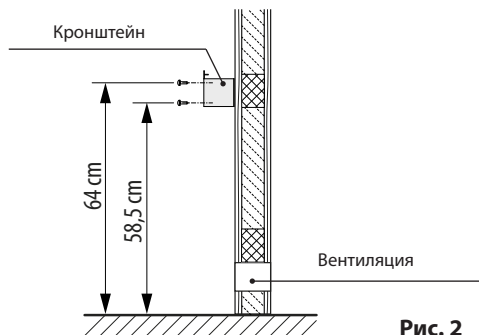

Рис. 2
- При установке печи сауны необходимо следить, чтобы горизонтальное расстояние (между боковыми сторонами) между печью и стенкой кабины составляло не менее 8 см (рис. 2).